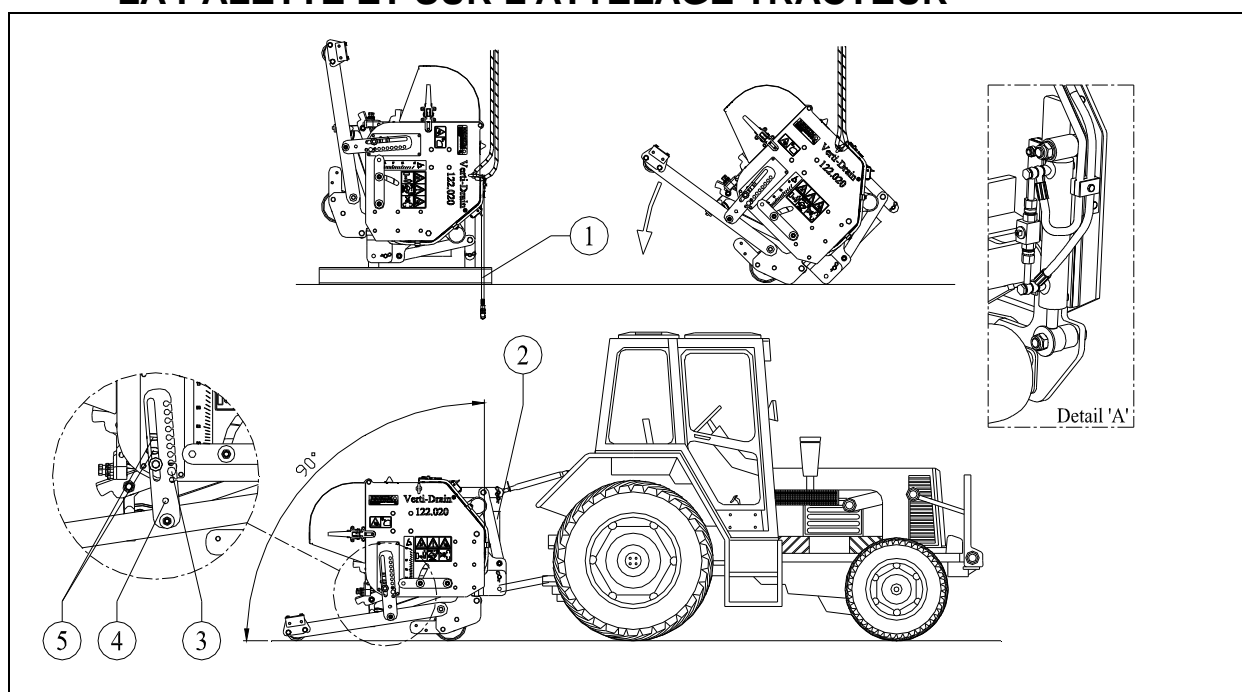

Figure 8
La machine est placée verticalement sur la palette. Suivez les étapes suivantes pour retirer la palette et placer la machine horizontalement sur le sol (voir Figure 8) :
- ☞ Pour éviter trop d'entraînement du rouleau arrière en cas de piquage peu profond, le fait de pousser l'axe de protection (3) dans l'un des orifices (5) va bloquer le rouleau arrière (voir Figure 8).
- ⚠ **Si le Verti-Drain est mal attaché au tracteur, des angles de prise de force différents peuvent causer des vibrations dans la transmission de la machine (voir Figure 8). Ces vibrations peuvent endommager la machine et les trous dans le sol.**